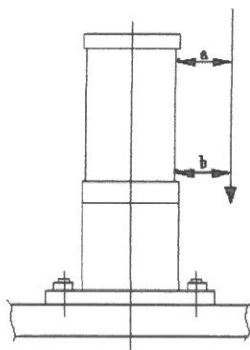

图 4-2 缓冲器安装示意图
- 4.3.3、以铅垂线测量调试，通过添加垫片或其他方式调整油压缓冲器进行垂直校正，使缓冲器轴线方向与轿厢垂直运动方向保持一致，并要求活动柱塞的外露部分取上、下两端与铅垂线的距离 a 、 b 的差值不大于 1mm；（图 4-2）